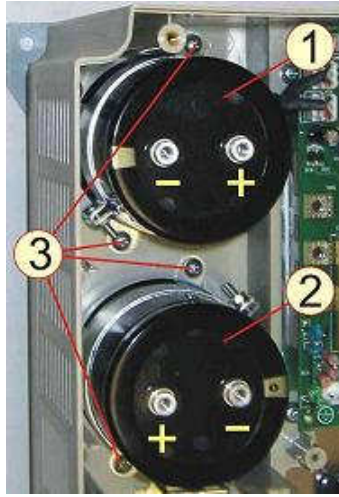

Рис.6.14
6.9.2. Снять конденсаторы 1 и 2 вместе с хомутами, выкрутив четыре самонарезающих винта 3 (рис.6.14).